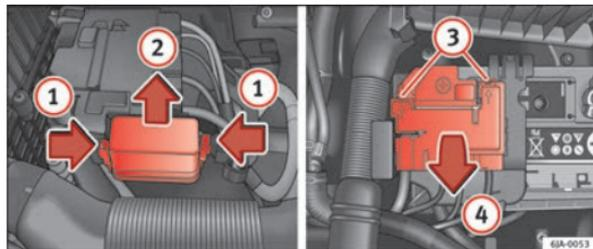

Fig. 149 Batterie : cache des fusibles (variante 1)
- Appuyez simultanément sur les languettes flexibles du cache des fusibles dans le sens des flèches ① ⇒ fig. 149.
- Retirez le cache en le faisant glisser dans le sens de la flèche ②.
- Avec un tournevis plat, débloquez les sécurités dans les trous ③.
- Ouvrez le cache dans le sens de la flèche ④.